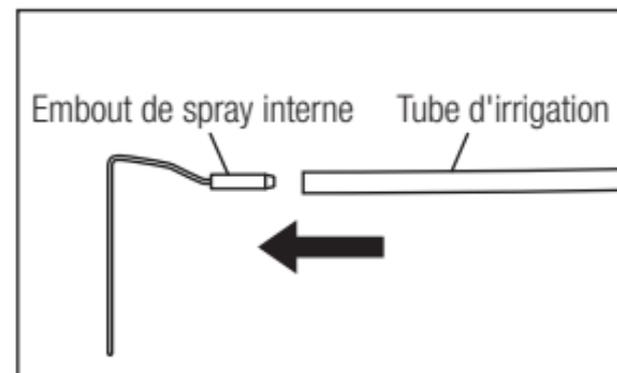

Fig. 6
2) Connectez fermement le tube d'irrigation à l'embout de pulvérisation interne. (Fig. 6)